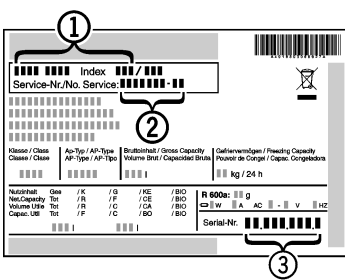

Fig. 15
bezeichnung Fig. 15 (1), Service-Nr. Fig. 15 (2) und Serial-
Nr. Fig. 15 (3) mitteilen.